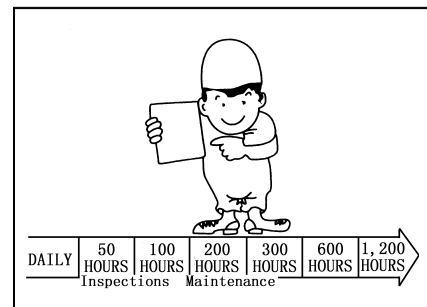

Рис.1-24
- Изучать все связанные документы, поставленные совместно с погрузчиком. Изучать его конструкцию, эксплуатацию и обслуживание(рис. 1-24).